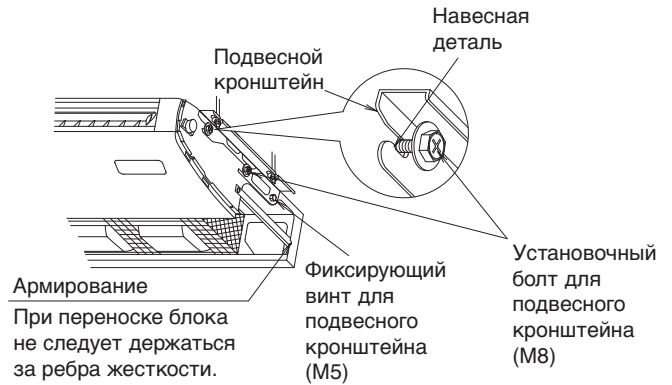

Рис. 11
- (2) Поднимите внутренний блок. Навесьте его, продвинув вперед, и вставьте подвесной установочный болт (M8) для временного фиксирования блока. (См. рис. 11)
- (3) Затяните винты (M5), крепящие кронштейн, в двух местах, там, где они были ослаблены, (См. рис. 11) Необходимо избегать смещения внутреннего блока.
- (4) Затяните болты (M8), крепящие подвесной кронштейн, в 4 местах. (См. рис. 11)